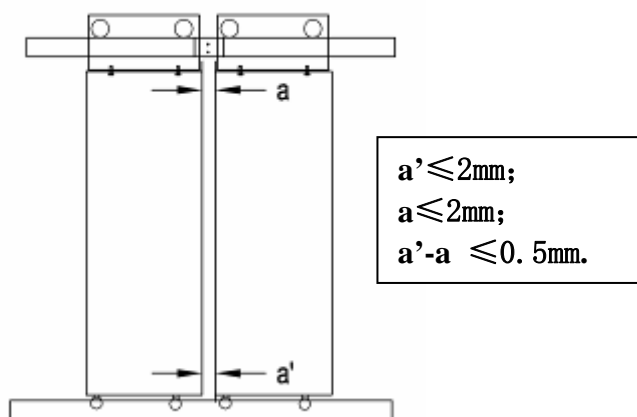

图 2-15 轿门装配主视图
3. 门扇之间的间隙不大于 2mm，即 $a、a' \leq 2\text{mm}$..且上下均匀,要求 $a'-a \leq 0.5\text{mm}$ 。。见图 2-15 轿门装配主视图